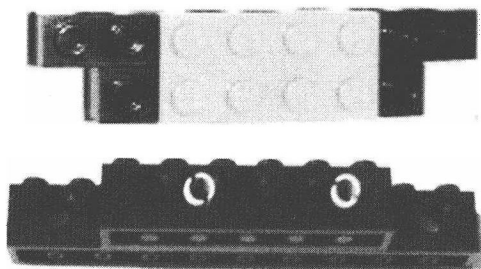

图 2-8 梁与梁的平行连接
c. 梁与梁的平行连接: 用片进行连接或用销进行连接, 同时用片、销进行梁的平行连接 (如图 2-8)。
(2) 块与块的连接: 运用学过的操作练习块与块的延长连接、垂直连接和平行连接。
(3) 轴与轴的连接: 练习轴与轴的延长连接、垂直连接、 120° 连接和“T”形连接。
(4) 轮与结构的连接: